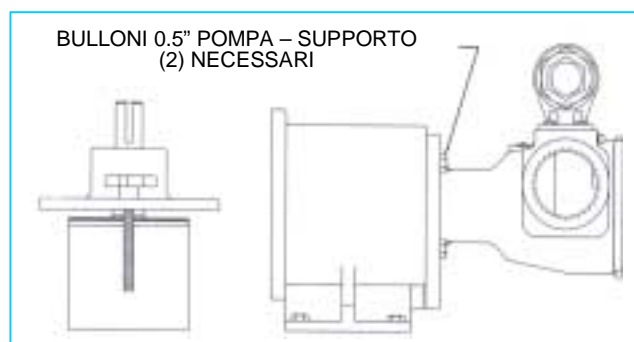

FIGURA 21
3. Sostenere la pompa con un paranco e rimuovere i (4) bulloni da 0.5". **Vedere Figura 21.** Estrarre la pompa dal supporto, si noterà una certa resistenza nel separare le due parti dato che il gruppo del magnete interno verrà attratto dal supporto dell'accoppiamento. Se è necessario smontare ulteriormente il cuscinetto portante, **Fare Riferimento a pagina 9.** Dato che ci sarà del liquido residuo nel contenitore o serbatoio, fare attenzione al liquido che potrebbe versarsi quando il serbatoio viene rimosso.